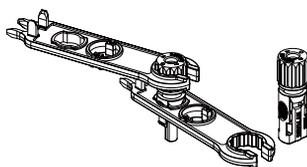

图5.5 连接器（带帽螺母已拧紧）
c) 将压接端子插入连接器的顶部，然后将锁紧螺母拧紧到连接器的顶部。（如图5.5所示）。